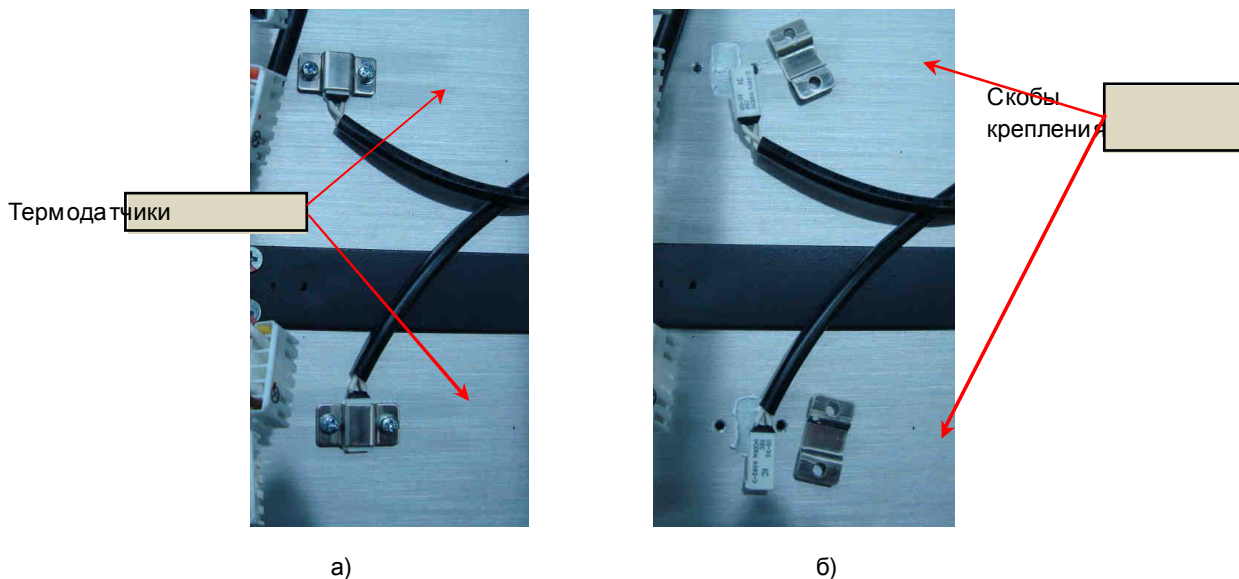

Рис. 6.35.
6.19.1. Выкрутить по 2 винта крепления каждого термодатчика к радиатору (рис. 6.35а). Демонтировать термодатчики в месте со скобами крепления (рис. 6.35б) и положить их в тару.